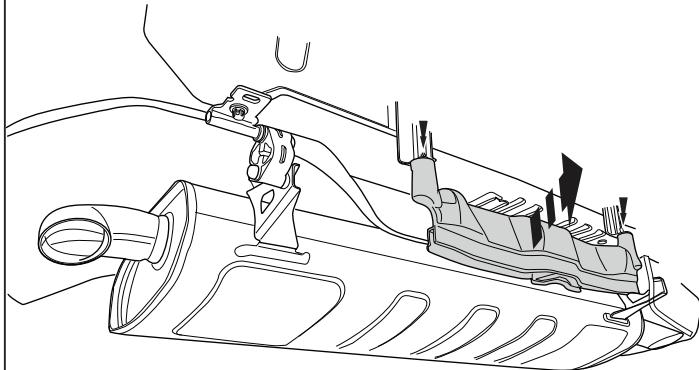

Fig. 5
- Для автомобилей 10/2019->:** Снять указанные детали. См. рисунок 5.